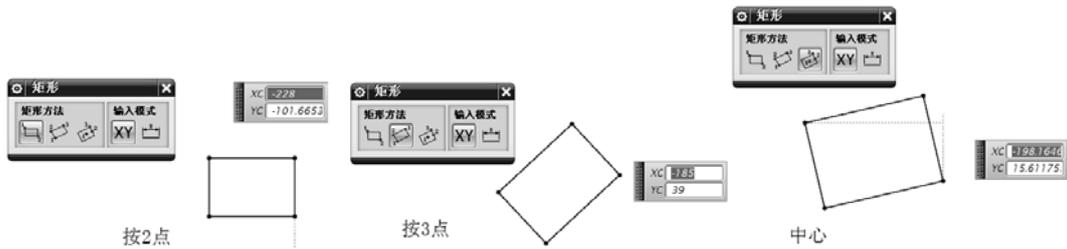

图 2-19 绘制矩形
- (5) 矩形 : 通过按 2 点、按 3 点或从中心三种方法创建矩形, 如图 2-19 所示。